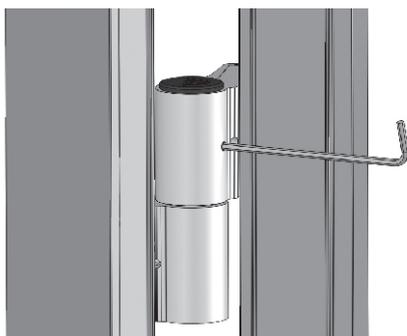

Рис. 30
16.4 Надежно закрепить эксцентриковые втулки имбусовым ключом 3 мм (Рис. 30).